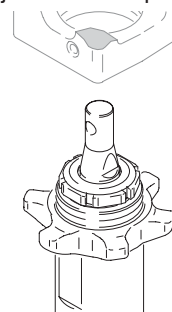

Fig. 11
1. Fig. 11. Acceda a Diagnósticos (Manual 309378). Pulse el botón DTS para enviar hacia abajo el eje del pistón. Atornille la bomba hasta que los orificios del eje de la bomba y los del eje hidráulico queden alineados.